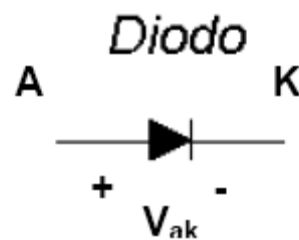

Figura 1 - Simbologia do diodo.
Externamente, os diodos possuem dois terminais: Ânodo (A) e o Catodo (K). Na figura 1 pode-se ver o símbolo do diodo semicondutor.